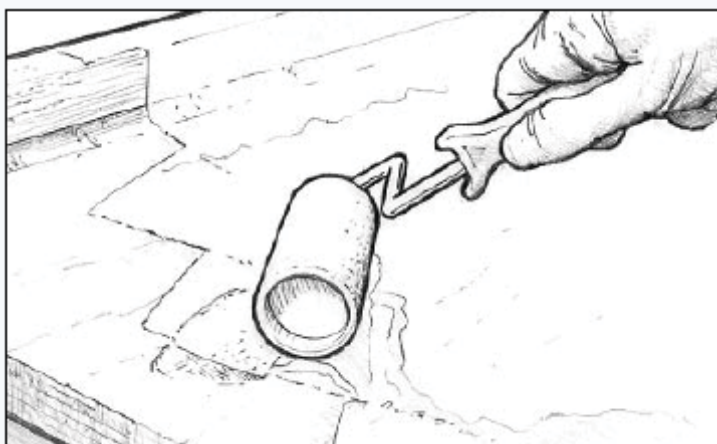

Рис. 21. Пропитайте пористые поверхности перед нанесением состава для выравнивания.
2. Пропитайте пористые поверхности смесью смолы/отвердителя (рисунок 21).